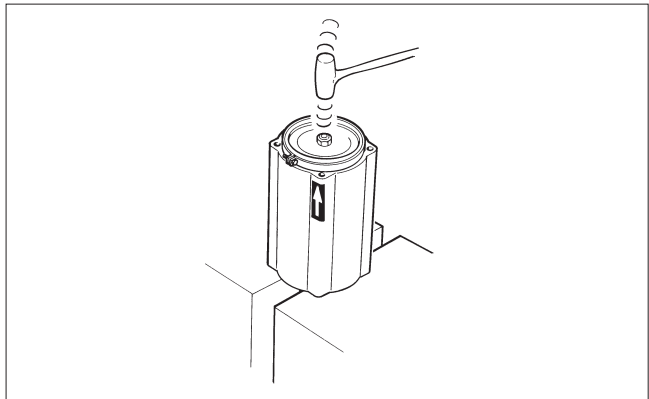

Fig. 13 Mise en place du piston dans le cylindre
- Enfoncer ou appuyer le piston dans le cylindre à travers l'anneau de serrage. Tenir compte du sens indiqué par la flèche. Cf. Figure 13.
- Mettre en place les nouveaux joints toriques (19). Pour les tailles 6, 8 et 10 : veiller à ce que le manchon de protection (12A) soit bien en place. Remplacer l'extrémité du cylindre et mettre en place le cylindre avec le piston. Noter l'emplacement de l'orifice d'alimentation en air : il doit correspondre à l'orifice d'évacuation d'air à la base du cylindre. Serrer les vis (31) ; selon le couple indiqué par le Tableau 2.